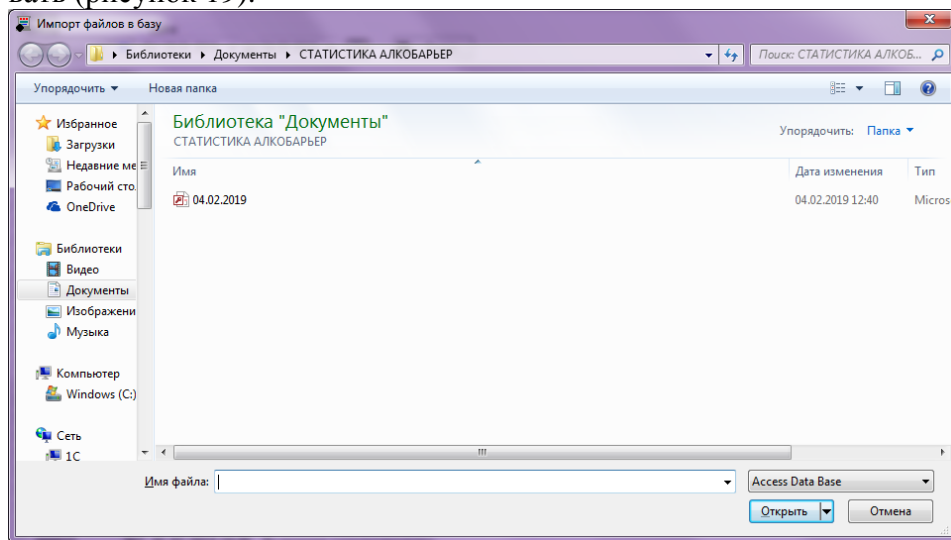

Рисунок 19 – Выбор файла для импорта данных
10.2 Выберите файл с базой, которую необходимо импортировать (рисунок 19).